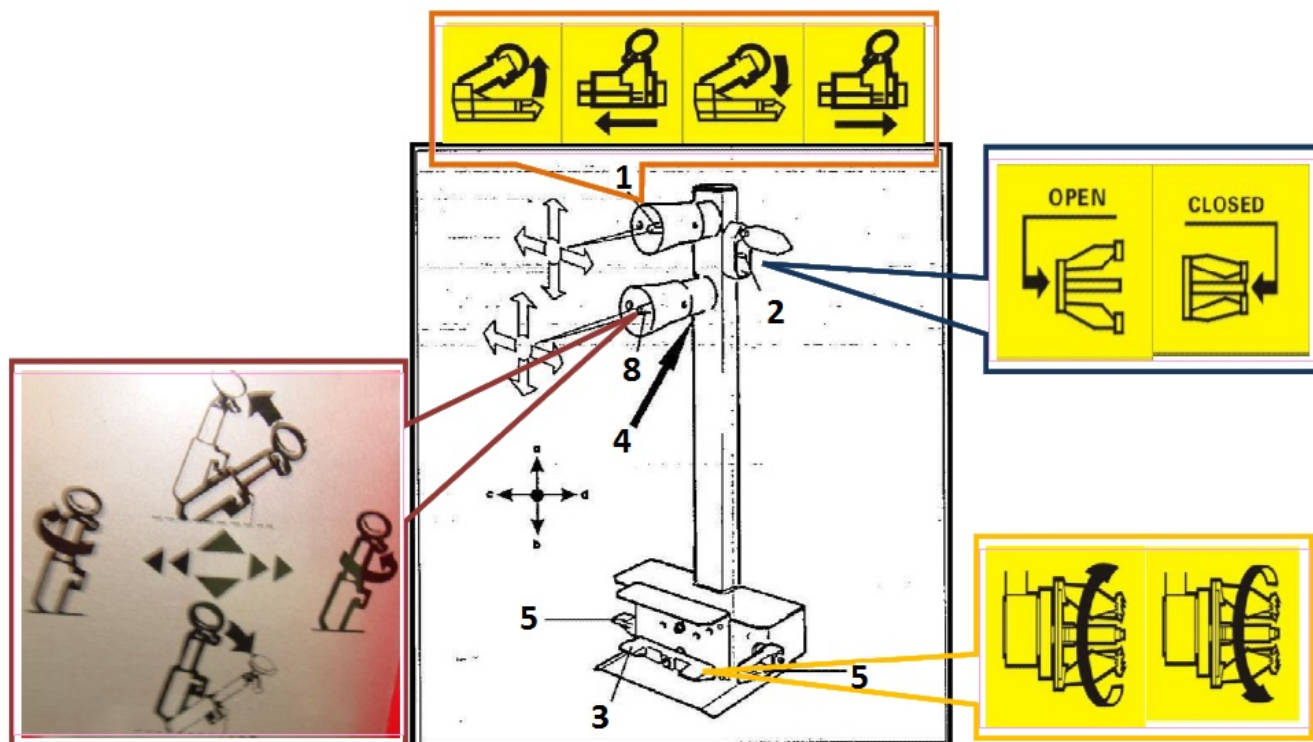
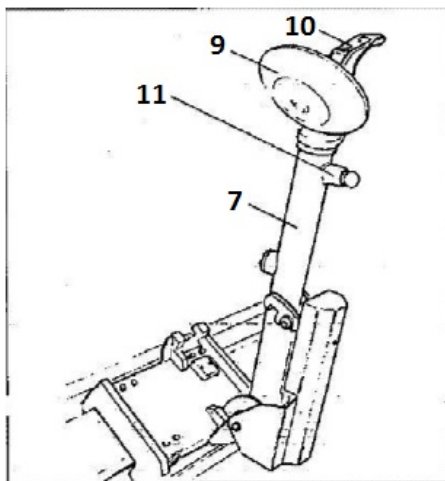
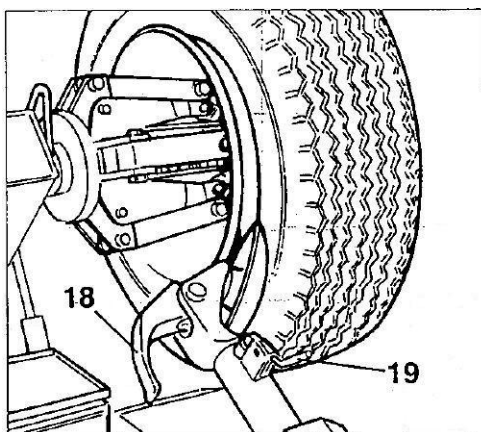

Рис. 6.2
Рис. 6.3
Рис. 7.4
Мобильный пульт управления (рис. 6.2) позволяет оператору работать в любом положении относительно станка. Пульт оснащен следующими элементами управления:
1. **Верхний рычаг управления (8, рис. 6.2)** в **положении а** поднимает держатель кулачкового зажима и в **положении б** опускает его. В **положении с** перемещает кулачковый зажим вправо и монтажную лапу влево (они оказываются рядом друг с другом), в **положении d** смещает кулачковый зажим влево и монтажную лапу вправо (теперь они расположены далеко друг от друга).
2. **Нижний рычаг управления (15, рис. 6.2)** в **положении а** перемещает монтажную лапу в нерабочее положение, в **положении б** перемещает лапу в рабочее положение. При перемещении в **положение с** поворачивает монтажную головку на 180 град. против часовой стрелки, при перемещении в **положение d** поворачивает монтажную головку в противоположную сторону и возвращает ее в исходное положение.
3. **Переключатель зажима (9, рис. 6.2)** в верхнем положении разводит рычаги самоцентрирующегося кулачкового зажима (ФИКСАЦИЯ), в нижнем положении сводит рычаги самоцентрирующегося кулачкового зажима (НЕЗАФИКСИРОВАНО).
4. **Педаля (10, рис. 6.2)** при нажатии с левой или правой стороны включает вращение зажима в направлении, указанном стрелкой на педали.
5. **Выключатель второй скорости (11, рис. 6.2)** при нажатии с педалью (10, рис. 6.2) включает высокую скорость вращения кулачкового зажима.
6. **Педали включения второй скорости вращения (12, рис. 6.2)** перемещают кулачковый зажим и монтажную лапу, каретку на высокой скорости.
- 1) Переместить нижний рычаг управления (15, рис. 6.2) вверх (а), монтажная лапа (14, рис. 6.3) должна повернуться в нерабочее положение.
- 2) Монтажная лапа займет нерабочее положение, при перемещении верхнего рычага управления (8, рис. 6.2) вверх (а) держатель кулачкового зажима (2, рис. 3.1) должен подняться, при перемещении рычага управления вниз (b) держатель кулачкового зажима должен опуститься.
При перемещении верхнего рычага управления влево (с) держатель кулачкового зажима (2, рис. 3.1) перемещается вправо, а монтажная лапа (14, рис. 6.3) влево. Оба приспособления располагаются рядом друг с другом.
Повторить указанные операции (с и d), одновременно нажимая на одну из двух педалей (12, рис. 6.2). Вышеуказанные движения будут происходить на высокой скорости.
- 3) Повернуть рычаг переключателя (9, рис. 6.2) вверх: рычаги зажима (3, рис. 3.1) должны раскрыться. Повернуть рычаг вниз, рычаги зажима сводятся.
Повторить указанные операции, одновременно нажимая на одну из двух педалей (12, рис. 6.2). Вышеуказанные движения будут происходить на высокой скорости.
4) Нажать правую педаль (10, рис. 6.2): зажим (3, рис. 3.1) начнет вращаться по часовой стрелке, при нажатии левой педали зажим вращается против часовой стрелки. Нажать на выключатель второй скорости (11, рис. 6.2) вниз и повторить указанные выше операции: зажим будет вращаться с повышенной скоростью.
- переместить переключатель зажима (9, рис. 6.2) в верхнее положение, чтобы развести рычаги кулачкового зажима;
5) Свести кулачки (22, рис. 3.1), сдвинуть колесо на подвижной опоре в направлении самоцентрирующегося кулачкового зажима. Привести в действие выключатель (9, рис. 6.2), чтобы раскрыть кулачковый зажим и зафиксировать обод колеса изнутри. Далее на рисунках приведены наиболее распространенные методы крепления колес.
- 7) Используя нижний рычаг управления (15, рис. 6.2), сложить держатель в нерабочее положение, переместить и зафиксировать его в этом положении (рис. 7.4).
ПРИМЕЧАНИЕ. В процессе отрыва борта шины монтажную головку (18, рис. 7.4) можно вывести из рабочей зоны.